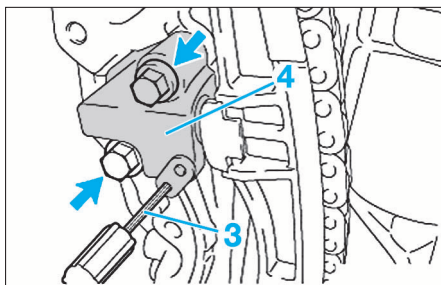

FIG. 21
- Déplacer la plaque de butée vers le bas (position (2)) et y introduire une pige (3) (ref. Toyota 09240-00020) afin de verrouiller le piston.
- Déposer le tendeur de chaîne (4) (fig. 21).
- Reposer le tendeur de chaîne (4) (fig. 21), puis déposer la pige (3).